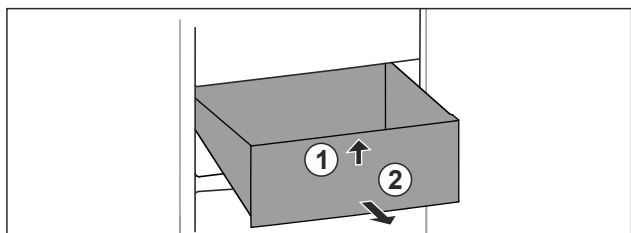

Fig. 77
- ▶ Nadzvedněte zásuvku vpředu. Fig. 77 (1)
- ▶ Vyjměte zásuvku dopředu. Fig. 77 (2)